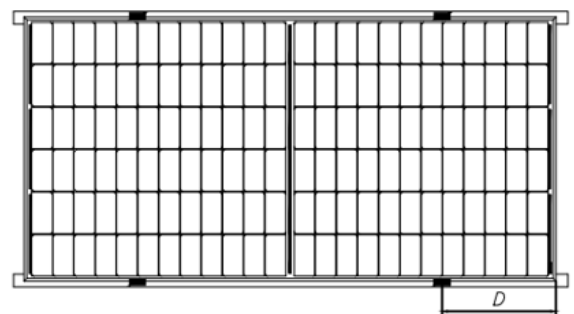
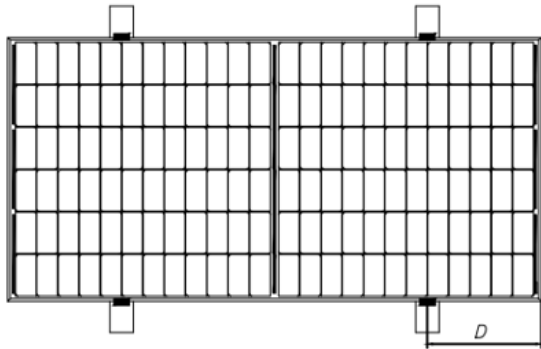
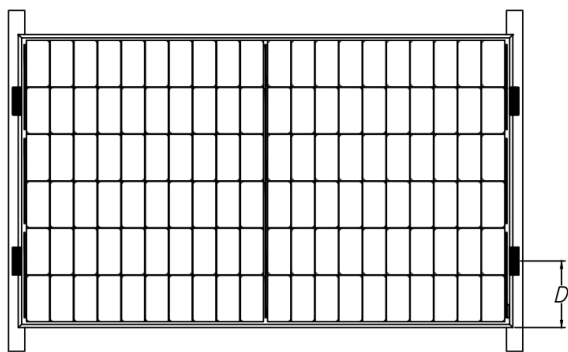
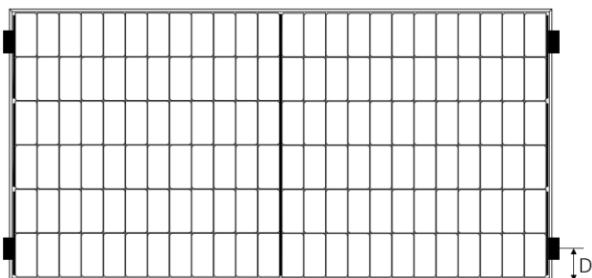

图 3 导轨重合长边框安装
图4 导轨垂直长边框安装
图5 导轨重合短边框安装
图6 短边四点安装
双面光伏组件安装时，每个光伏组件必须使用至少 4 个压块进行固定，如图 3、图 4、图 5、图 6。
⑧ 对于图 3 所示的安装方式，组件 C 面与导轨的重叠部分应 $\geq 25\text{mm}$ 。如果使用不合适的夹具或不正确的安装方式，正泰新能有限质保将会无效。